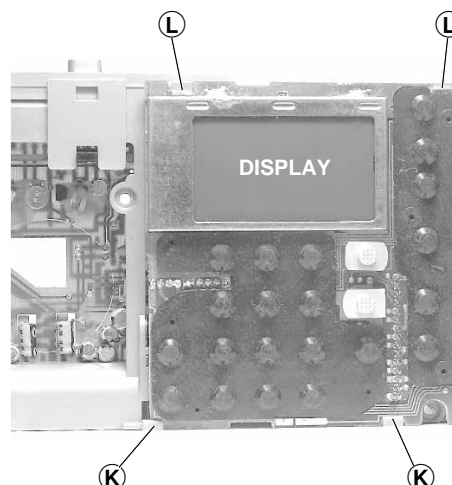

Fig. 8
- 2 Rastnasen ⑫ (Fig. 8) austrasten.
- Bedienteil an der Batteriefachseite anheben und aus den oberen Rastungen ⑬ (Fig. 8) ziehen.
- Disengage 2 latches ⑫ (Fig. 8).
- Lift the operating board at the side of the battery case and pull it out of the top side latches ⑬ (Fig. 8).